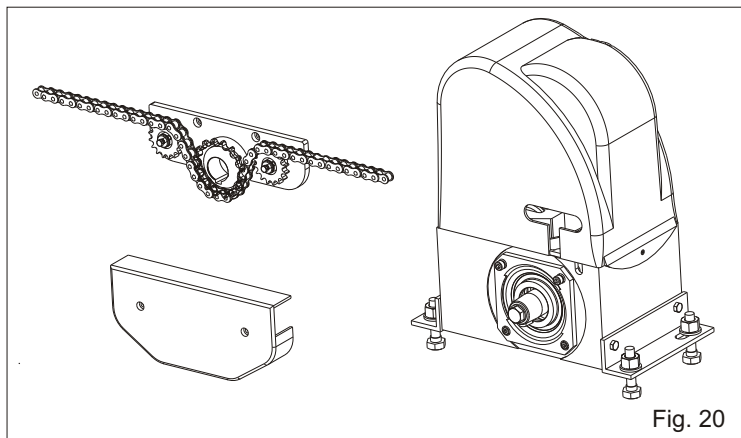
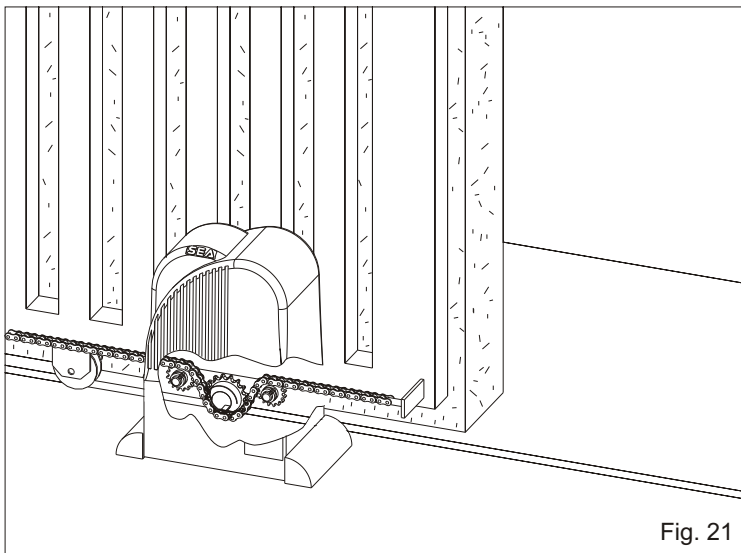
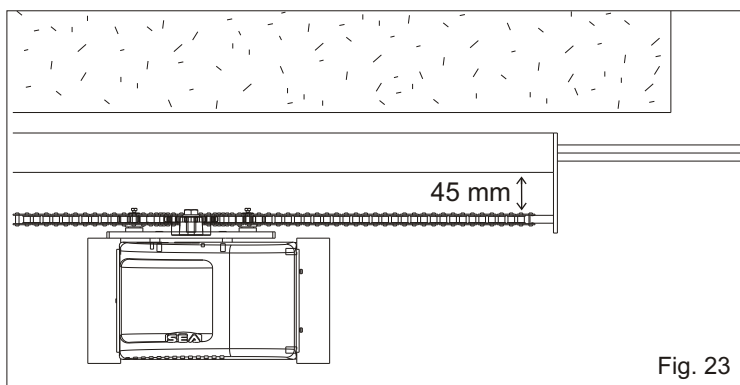
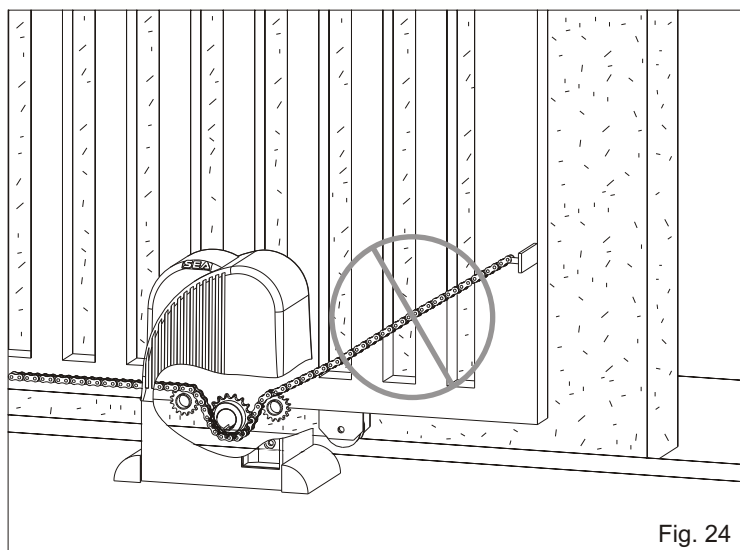

Fig. 20
Fig. 21
Fig. 23
Fig. 24
El montaje de las partes principales que incluyen la total automatización a cadena es ilustrado en Fig. 20.
En las Fig. 21 y 22 es posible ver la correcta instalación respectivamente con cancela abierta y cerrada; notar el recorrido obligado de la cadena al interior del grupo piñón que no tiene que ser modificado.
Nota: Los agujeros por el tensor de cadena y así la misma cadena tienen que estar a una distancia mínima de 45 mm (Fig. 23).
10.2. Instalar la cadena haciéndola pasar por el grupo piñón como en Fig. 20. La cadena tiene que estar siempre en línea, verticalmente (Fig. 21) y horizontalmente (Fig. 23), si no está perfectamente alineada (Fig. 24 y 25) puede causar un descarrilamiento de la misma desde el grupo piñón o se arriesga un esfuerzo mayor por el motorreductor habiendo así un funcionamiento incorrecto de la implantación.